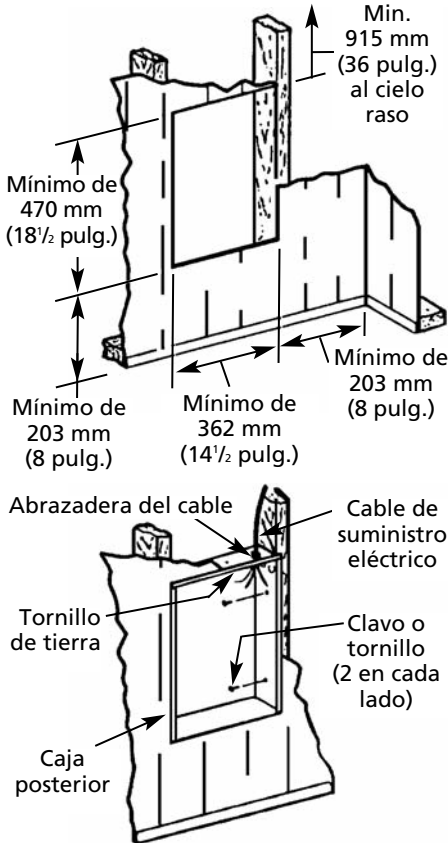

Figura 3 – Ubicación de la caja posterior empotrada en una construcción existente
1. Proporcione una abertura en la pared de 362 mm (14 1/2 pulg.) de ancho y 470 mm (18 1/2 pulg.) de alto a la altura de montaje deseada, pero a no menos de 203 mm (8 pulg.) a cualquier pared adyacente o 915 mm (36 pulg.) al cielo raso (consulte la Figura 3, página 3).